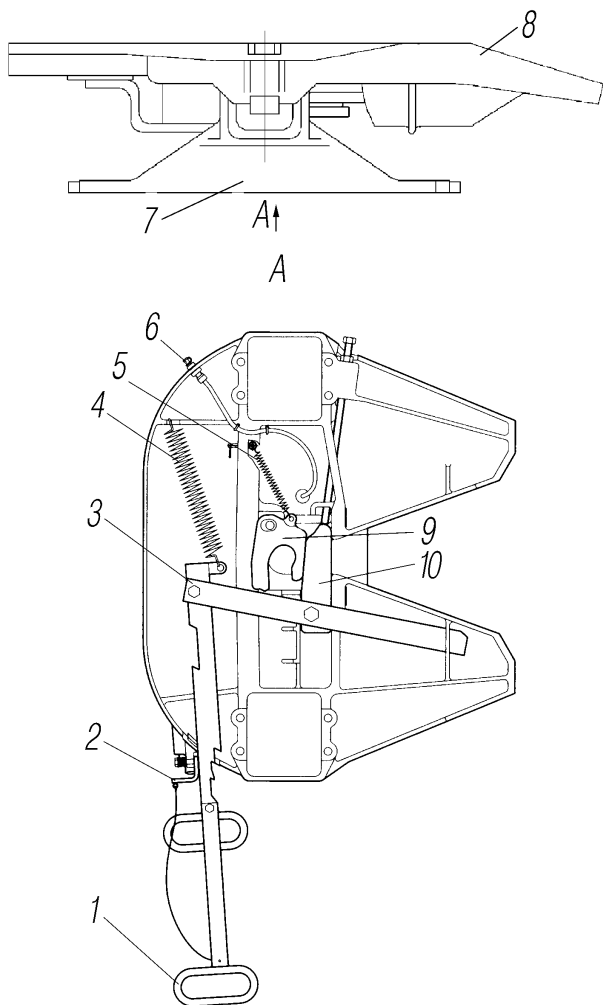
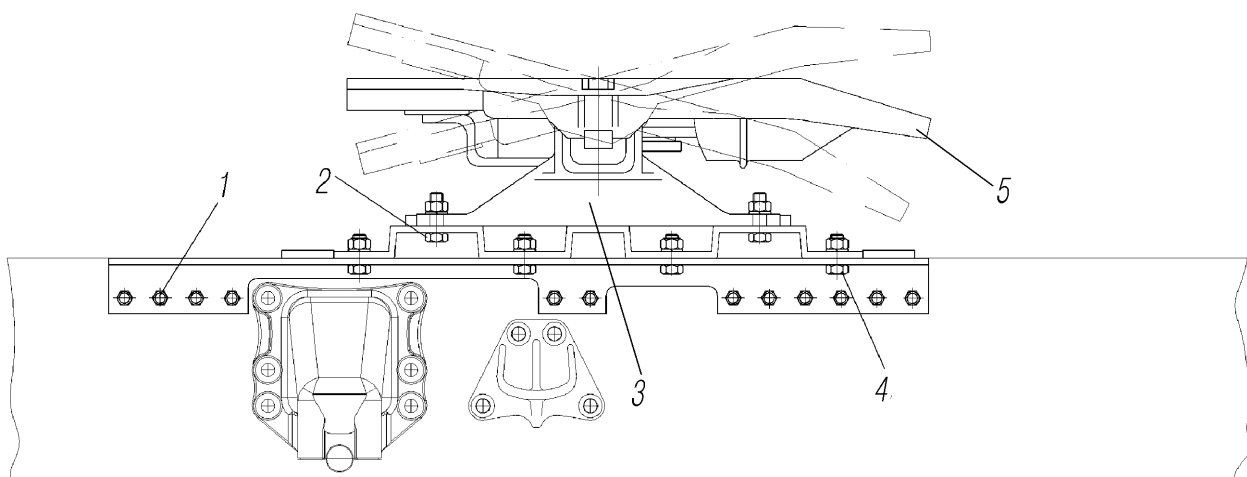

Рис. 77. Устройство седельно-сцепное:
Рис. 78. Установка седельно-цепного устройства:
ССУ состоит из седла 8 (рис. 77), кронштейнов 7 и разъемно-цепного механизма. Резиновые амортизаторы в соединении седла и кронштейнов обеспечивают качание седла в продольной и поперечной плоскостях и снижают динамические нагрузки.
Перед выездом на линию проверить надежность крепления ССУ к монтажной плите (рис. 78), плиты к усилителям и усилителей к раме автомобиля, крепление запирающего устройства. Проверить состояние захватов, запорного крюка 9 (см.рис. 77) и пружин 4,5.
- затормозить тягач стояночным тормозом. Убедиться, что предохранитель саморасцепки 2 (см.рис. 77) опущен вниз и препятствует перемещению рукоятки на себя;